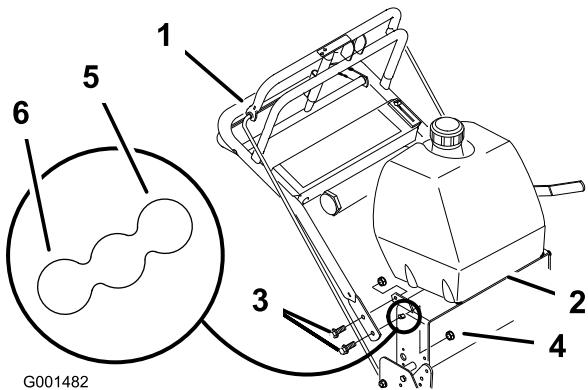

Figura 20
2. Afloje los pernos con arandela prensada (3/8 x 1 pulgada) y la tuerca con arandela prensada que sujetan el manillar con el bastidor trasero (Figura 20).
3. Quite los pernos inferiores con arandela prensada (3/8 x 1 pulgada) y las tuercas con arandela prensada que sujetan el manillar con el bastidor trasero (Figura 20).